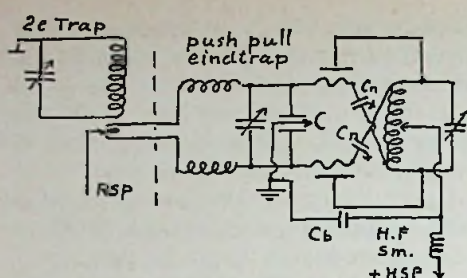

Fig. 3
De koppeling met de eindtrap geschiedt op dezelfde manier (in fig. 3 aangegeven voor een eindtrap, welke in balansschakeling is uitgevoerd).
Bij een symmetrische uitvoering van de eindtrap (fig. 3) kan het voorkomen, dat men zelfs bij de grootste zorg ten aanzien van de symmetrie toch geen
zuivere balans verkrijgt. Een goede remedie bestaat in condensator C in fig. 3. Dit is een drieplatencondensator (differentiaalcondensator). Eventuele verschillen in de symmetrie van het trillingsstelsel kan men met draaien aan dezen condensator corrigeren. Fig. 3 toont tevens de neutrodyniseering van de balans. De plaatspoel in de balanstrap kan hetzelfde aantal windingen hebben, dat vereischt zou zijn, wanneer de trap enkelvoudig werd uitgevoerd.
10. de overbruggingscondensatoren (Cb in fig. 3 en 4). Speciaal in de eindtrap krijgt deze condensator bij eenig vermogen een aanzienlijken hoogfrequentestroom te verwerken. Deze stroom kan bij een 50 watt eindtrap een piekwaarde van ca. 185 milliampère bedragen! De condensator dient dus van zeer degelijke constructie te zijn. Bij telefoniezenders met anodemodulatie is bovendien nog vereischte, dat Cb niet te groot is (niet groter dan 300 $\mu\mu\text{F}$) omdat in dat geval verlies aan hooge tonen het gevolg is.